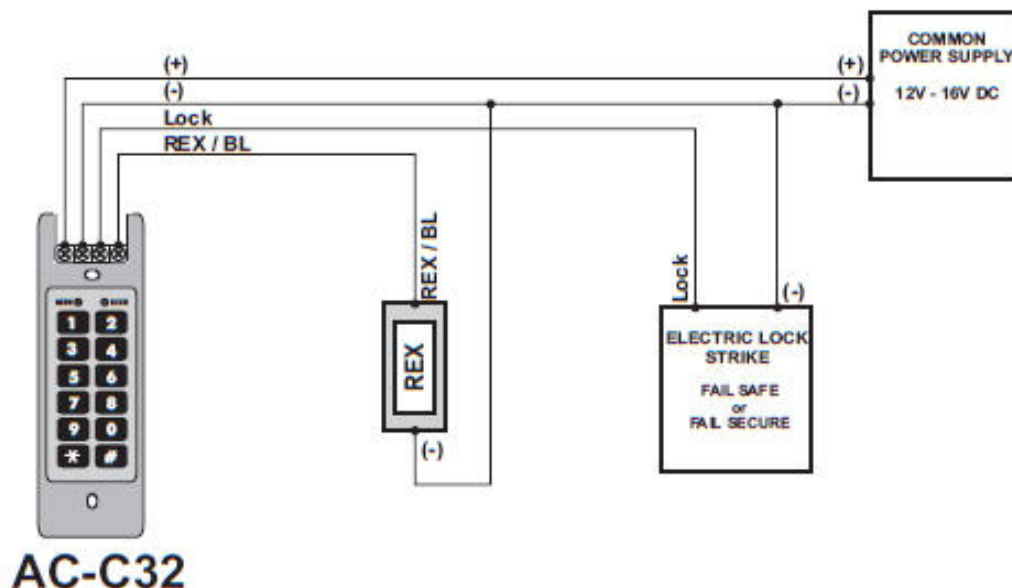
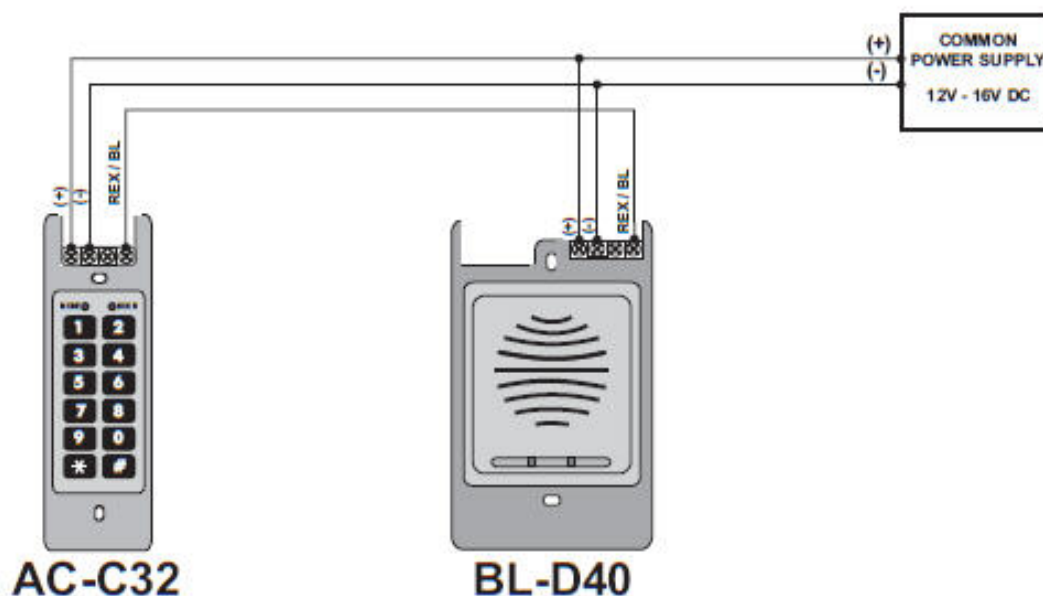

Figura 3: Conectando el Relé de Cierre y el REX
Figura 4: Conectando la Bocina BL-D40
4. Pase los cables por los orificios de entrada/salida y únalos a los terminales de conexión del controlador tal cual se muestra en los diagramas de cableado. (Ver Figura 3 y Figura 4 para los Diagramas de Cableado en instalaciones habituales).